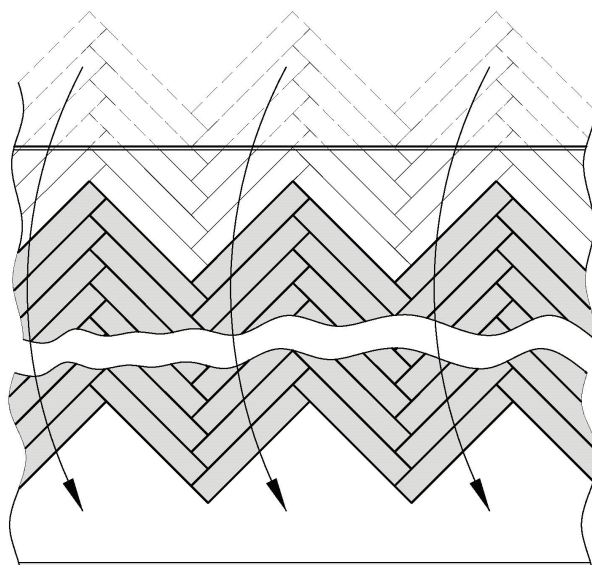

Рисунок 2
- Установите паркет в оставшихся незаполненными треугольниках. Остатки, образующиеся при подрезке планок с одной стороны подойдут для установки с другой стороны. Для планок в труднодоступных местах используйте подбивочный костыль (рис. 2).